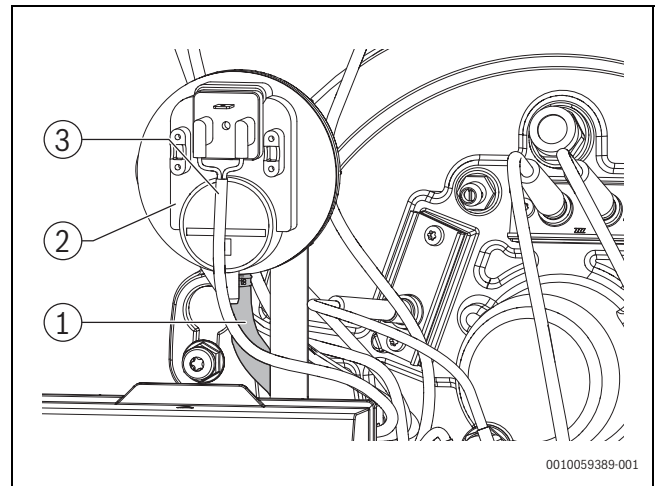

Bild 73 ADS-Druckschalter
- ▶ Bei Teilaustausch im Reparaturfall auf die korrekte Zuordnung der Messleitung achten (→ Bild 73).